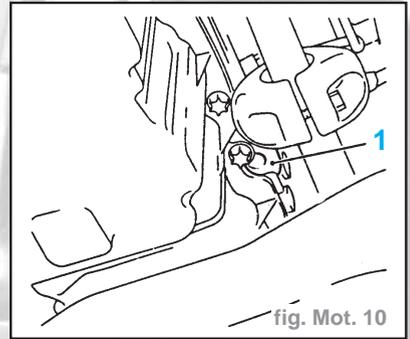

fig. Mot. 10
- Monter **KM-909-B** (3) sur le corps d'es-
sieu avant. Tourner en levant le palier d'appui (2) jusqu'à ce que le tenon ailleure le logement (1) sur le bloc-cylindres (fig. Mot. 10 et 11).